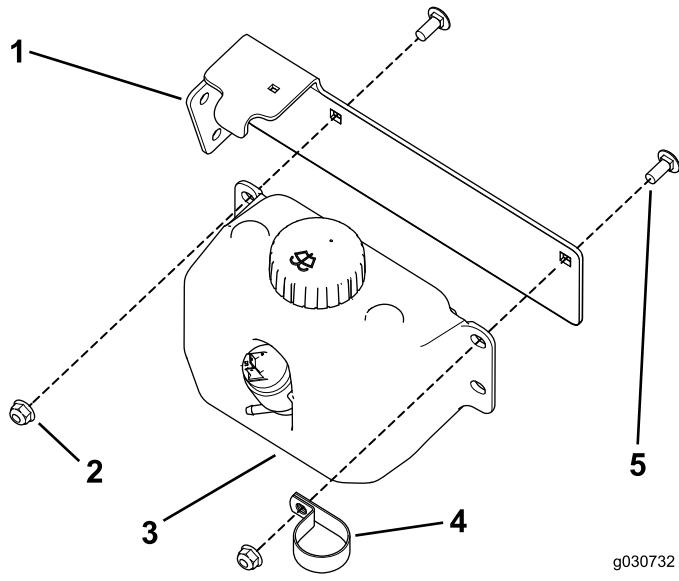

图34
3. 使用 2 个托架螺栓 ($5/16 \times 3/4$ 英寸) 和凸缘螺母 ($5/16$ 英寸)，将冲洗瓶和 R 形夹固定到水箱支架上 (图34)。